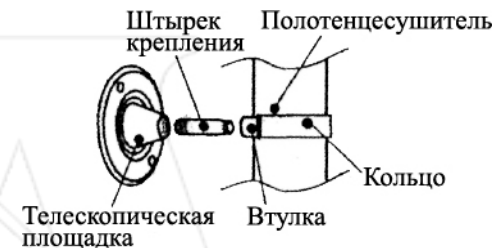

Рис.5
4.6. Параллельность полотенцесушителя к стене следует регулировать с помощью опоры телескопического крепления (рис.5).